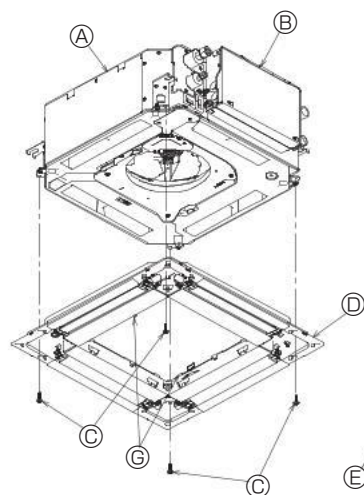

Fig. 10-6
- Fastgør gitteret ved at spænde de fire skrue. (Fig. 10-6)